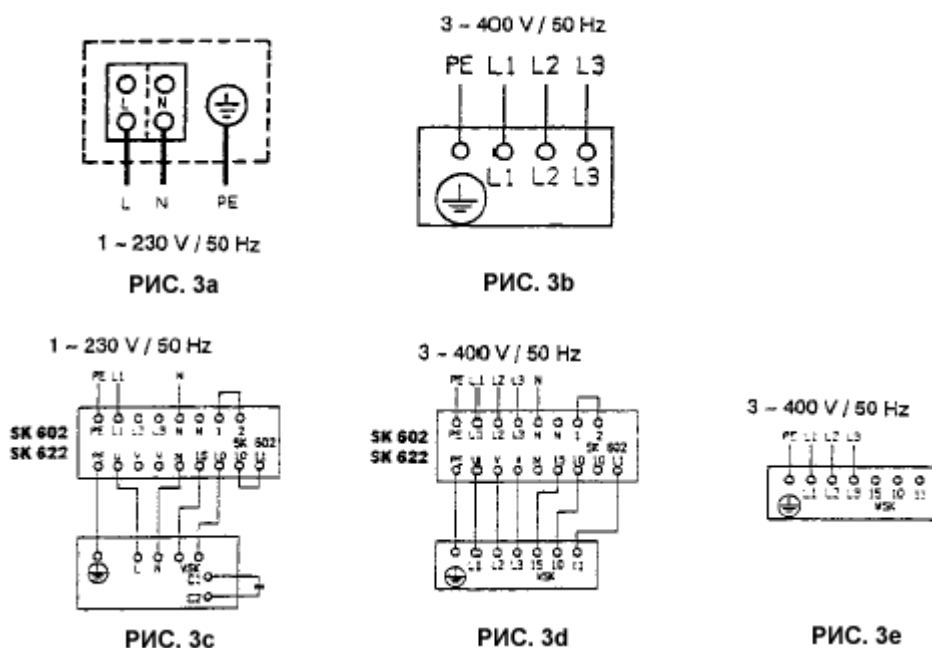

Рис. 3. Схемы подключения насосов.
- Сетевое подключение и подключение выключателя SK 602/622 выполнять соответственно схемам (рис.3) (см. также 1.22 и 4.1):